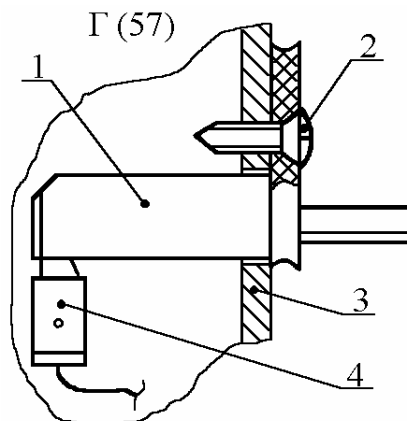

Рис. 60. Дверной выключатель плафона салона:
16.3.1. Снять выключатель 1 (рис.60) плафона салона передней правой двери, вывинтив винт 2 его крепления к правой передней стойке 3 и отсоединить колодку 4 жгута проводов